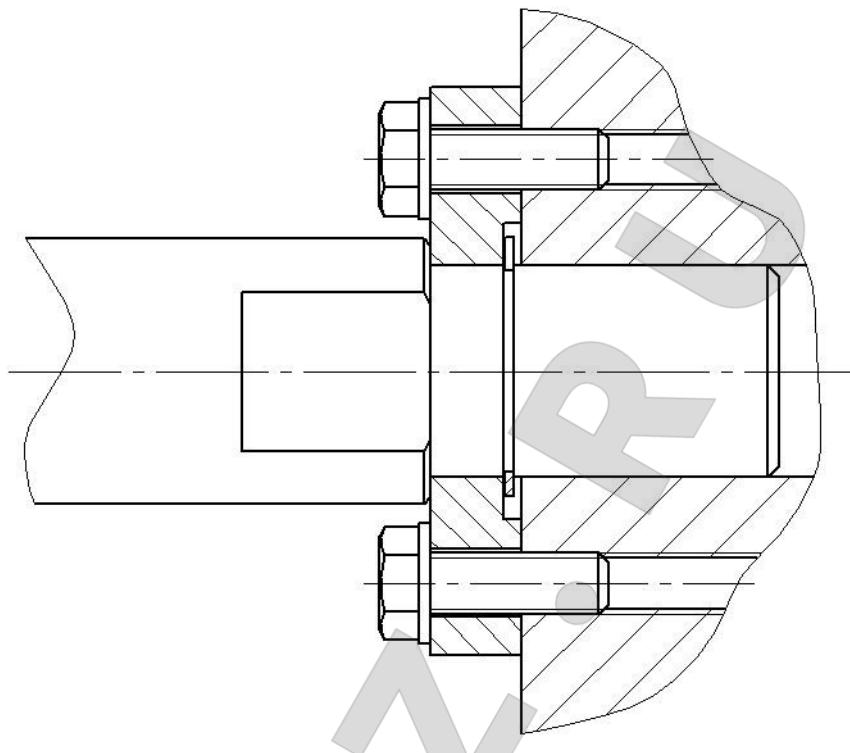

Рис. 4 Крепление двигателей Камаз и ЯМЗ
7.3. Совместить отверстия в крепежных кронштейнах с отверстиями в двигателе (агрегате) и закрепить двигатель. Затянуть все крепежные элементы адаптеров. Для двигателей ЯМЗ и КАМАЗ вставить крепежные кронштейны в отверстия рубашки охлаждения блока цилиндров до упора и притянуть фланцы болтами M8x25 (в комплект не входят), как показано на рис. 4.